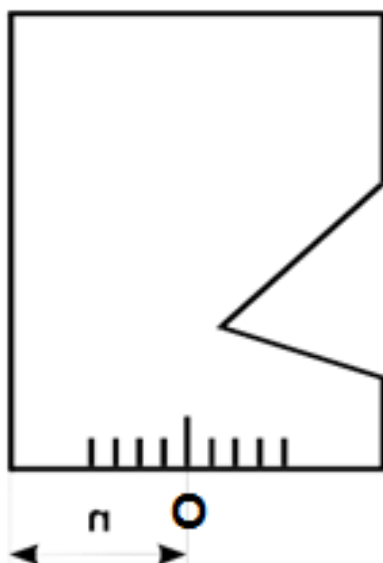

Рисунок 5.4 - Корпус ПЭП
5.2.6 Если продолжить линию риски СО-3 на ПЭП, то получим точку О выхода луча, которая, обычно, отмечается на боковой поверхности корпуса ПЭП (рис. 5.4).
5.2.7 По найденной точке выхода луча О определяют стрелу п (Рисунок 5.4) как расстояние между точкой О и передней гранью ПЭП.
Если продолжить линию риски 0 рис. 5.7 на ПЭП, то получим точку О выхода луча, которая, обычно, отмечается на боковой поверхности корпуса ПЭП (рис. 5.4).
По найденной точке выхода луча О определяют стрелу п (Рисунок 5.4) как расстояние между точкой О и передней гранью ПЭП.
Если продолжить линию риски 0 Рисунок 5.7 на ПЭП, то получим точку О выхода луча, которая, обычно, отмечается на боковой поверхности корпуса ПЭП (см. Рисунок 5.4).
По найденной точке выхода луча О определяют стрелу n (Рисунок 5.4) как расстояние между точкой О и передней гранью ПЭП.